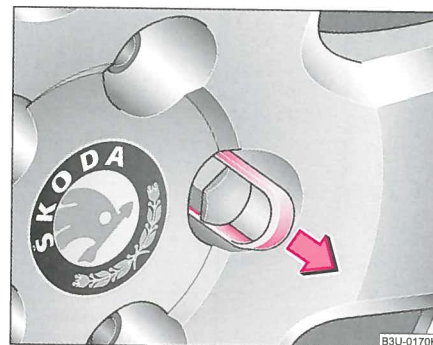

Fig. 159 Hjulskift: Fjern beskyttelsespropperne
- Træk proppen af med **plastklemmen** ⇒ fig. 159.